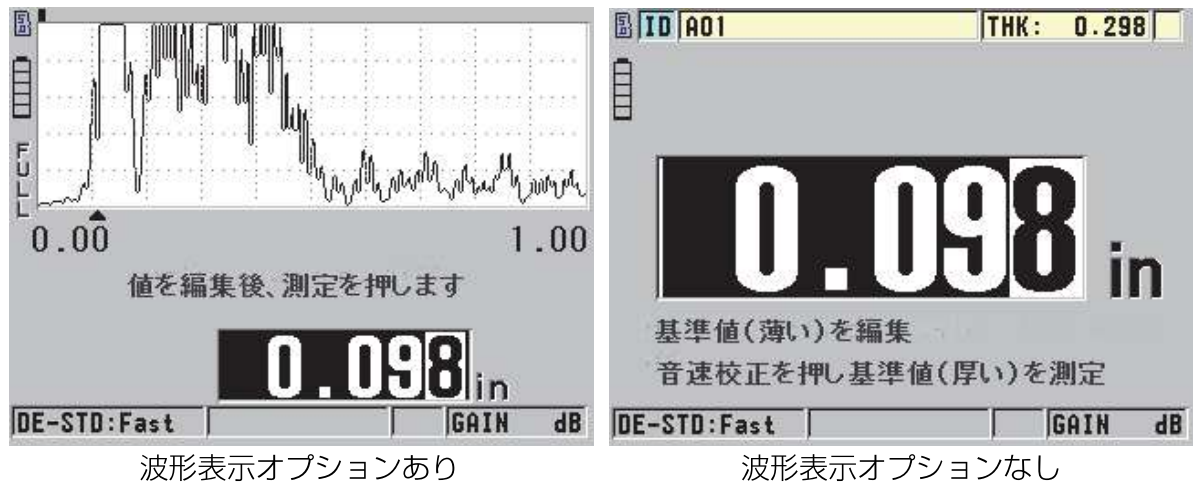

図 5-7 5 ステップ階段状試験片によるゼロ校正の実行
2. 波形表示オプション付き装置またはオプションなしの装置でゼロ校正を実行するには（57 ページ図 5-7 参照）